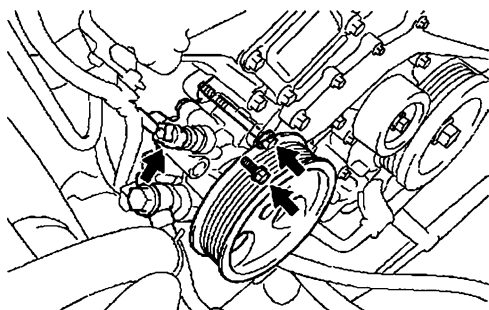

图 22-45 安装动力转向泵
26) 按照图 22-45 所示, 安装动力转向泵总成, 螺栓紧固力矩为 $43\text{N} \cdot \text{m}$, 然后连接动力转向压力开关接头。